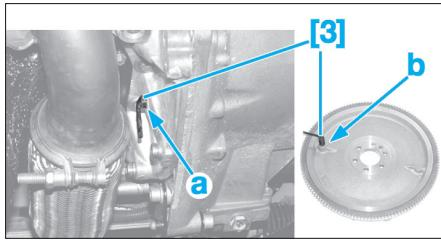

Fig. 6
- Positionner dans le trou situé sur le carter chapeau de paliers de vilebrequin (a) la pique de calage de vilebrequin [3] (Fig.6).